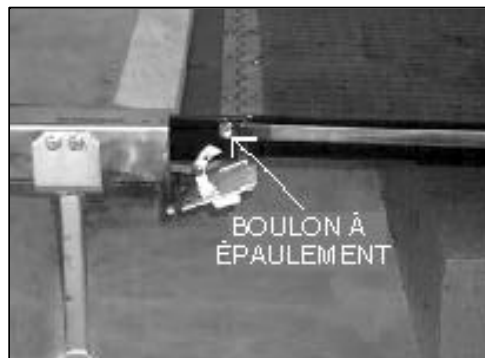

**FIGURE 5-10: EMBLACEMENT DES
- d. Appliquer du Loc-tite[®] sur les deux (2) vis d'arrêt et reposer ces dernières.
- a. Voir la **Figure 5-10**. Retirer les deux (2) obturateurs des coins extérieurs avant de la rampe.